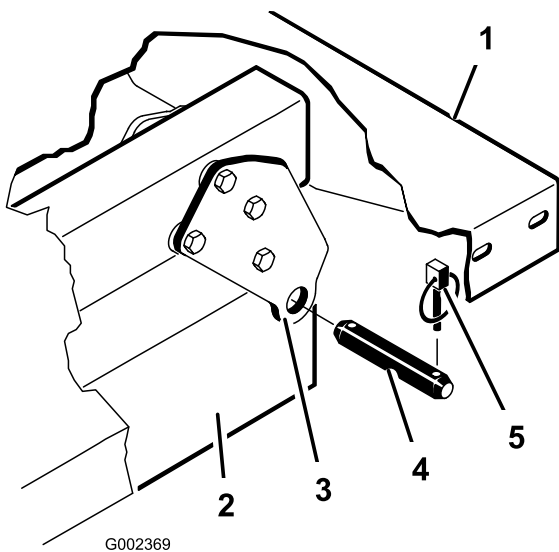

図 4
- 荷台のピボットブラケットを車両のフレームチャンネル材に固定しているリンチピンとクレビスピンを外す(図 4)。